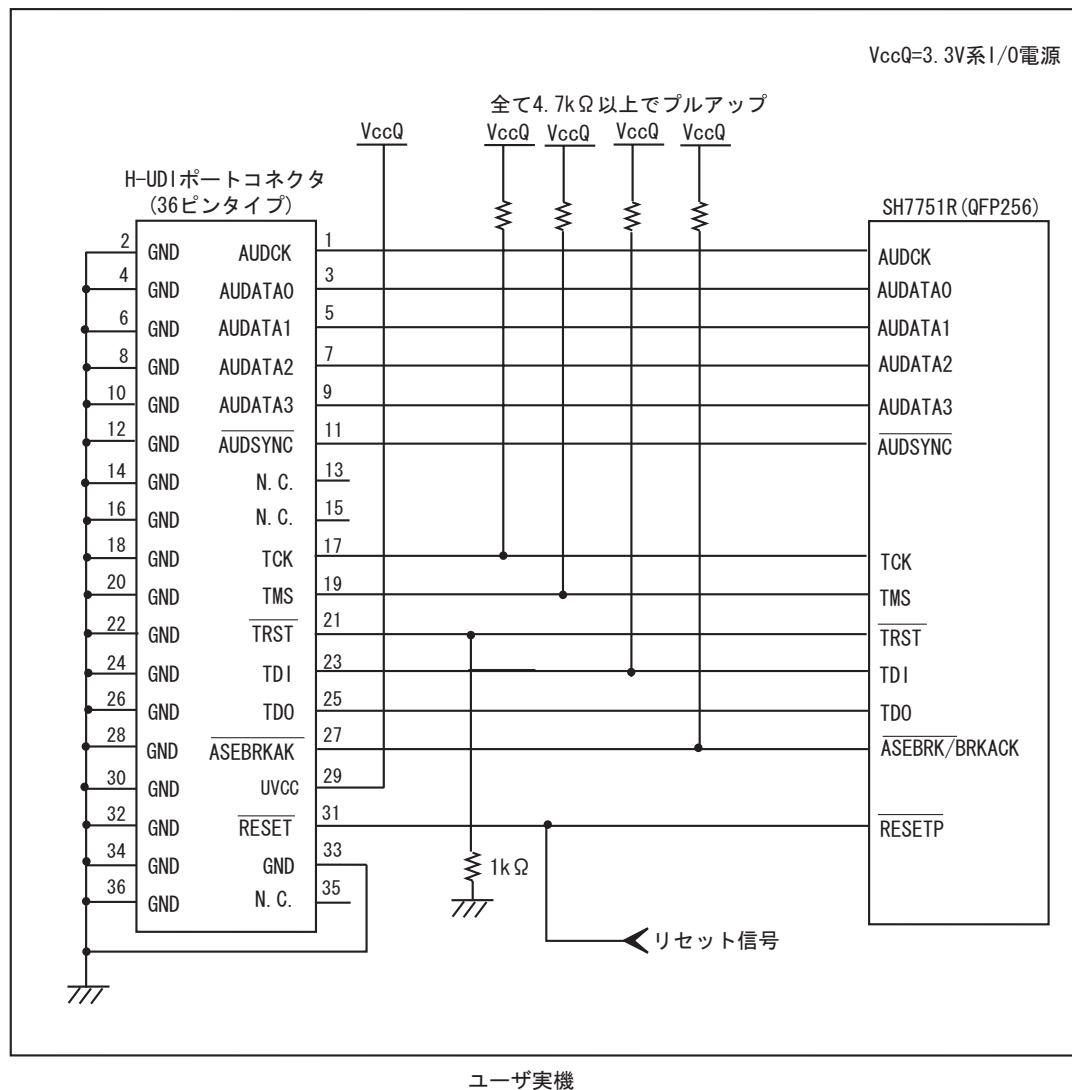
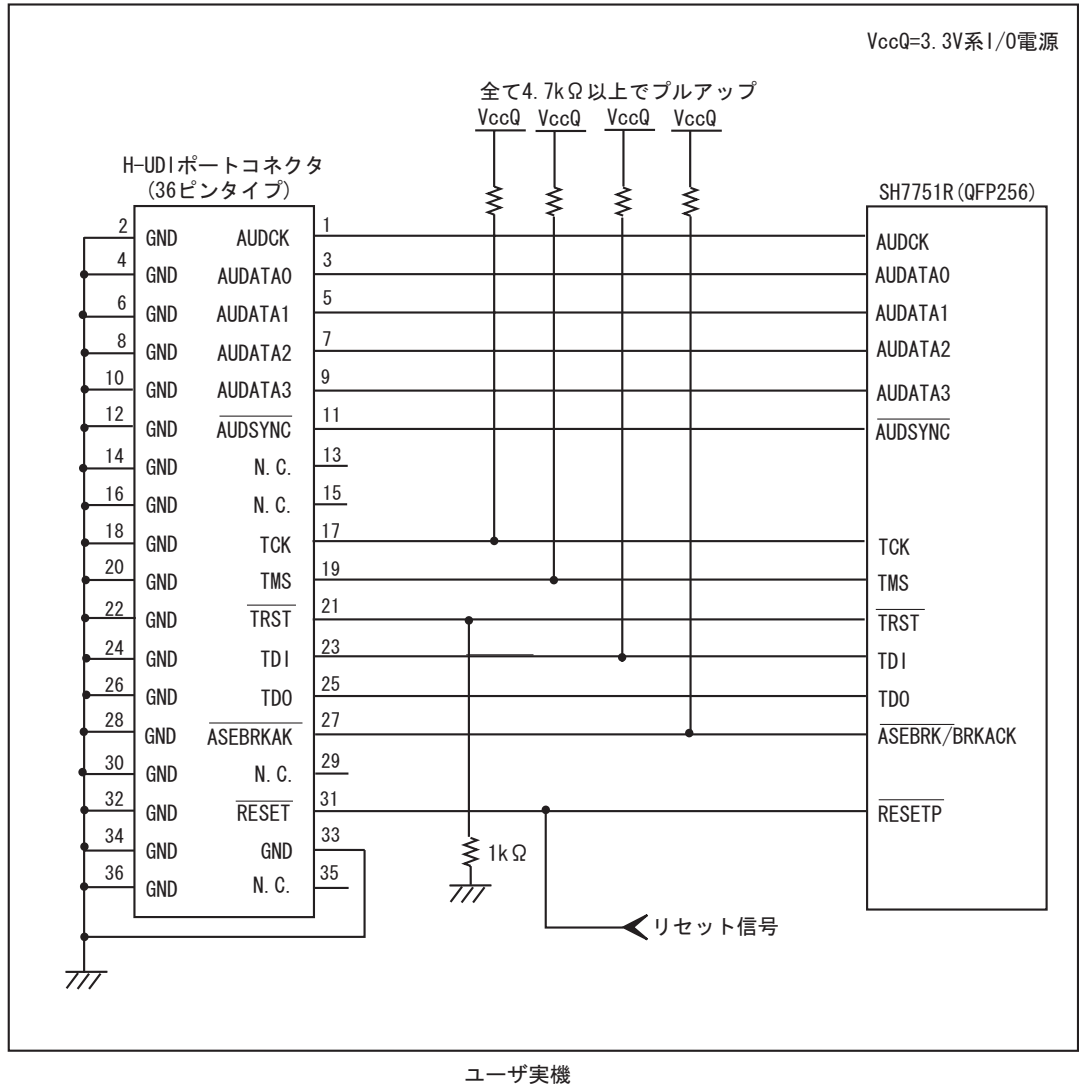

図 1.3 E10A-USB 使用時の H-UDI ポートコネクタ - チップ間の推奨接続例 (36 ピンタイプ UVCC 接続時)
図 1.4 E10A-USB 使用時の H-UDI ポートコネクタ - チップ間の接続例
E10A-USB エミュレータ使用時の H-UDI+AUD ポートコネクタ(36 ピンタイプ)とチップ間の推奨接続例を図 1.3、UVCC 未接続時の接続例を図 1.4 に示します。
5. 図 1.3,図 1.4 に記載されている抵抗値は、参考値です。
- 図 1.3 推奨接続例で回路を組んだ場合の E10A-USB エミュレータのスイッチ設定: SW2=1, SW3=1
- 図 1.4 接続例で回路を組んだ場合の E10A-USB エミュレータのスイッチ設定：SW2=0, SW3=1 スイッチ設定の詳細は、「SuperH™ファミリ用 E10A-USB エミュレータユーザーズマニュアル 3.8 DIP スイッチの設定」を参照してください。